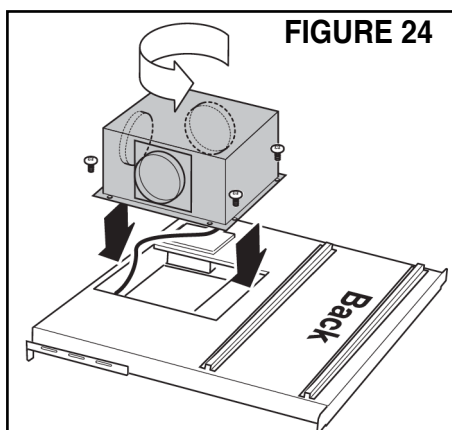

FIGURE 24
- Tourner le collier de ventilation sur la boîte du ventilateur dans la direction souhaitée - gauche, droite, bas. Branchez le câble électrique à partir du kit moteur de la hotte et monter la boîte du ventilateur sur le boîtier aide de 4 vis. (FIGURE 24)